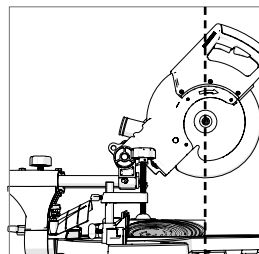

図26
- ・ハンドルを握り、ブレードの中心が材料の前端より手前にくるまでスライドさせます。(図26)